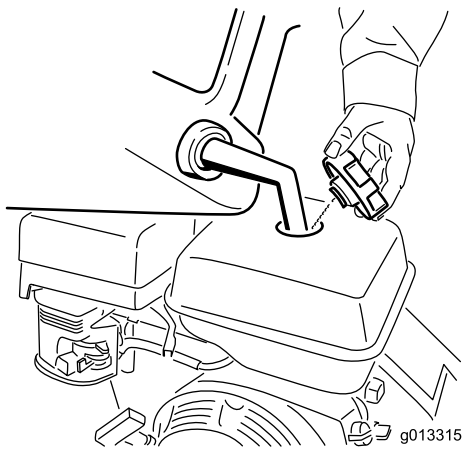

Figura 12
3. Limpie alrededor del tapón del depósito de combustible y retire el tapón (Figura 12).